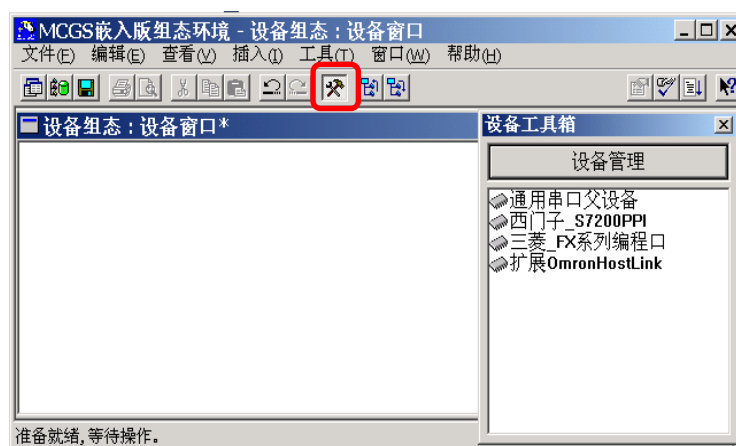

图 1
- 1、在工作台中激活设备窗口，鼠标双击  进入设备组态画面，点击工具条中的  打开“设备工具箱”，如图 1。